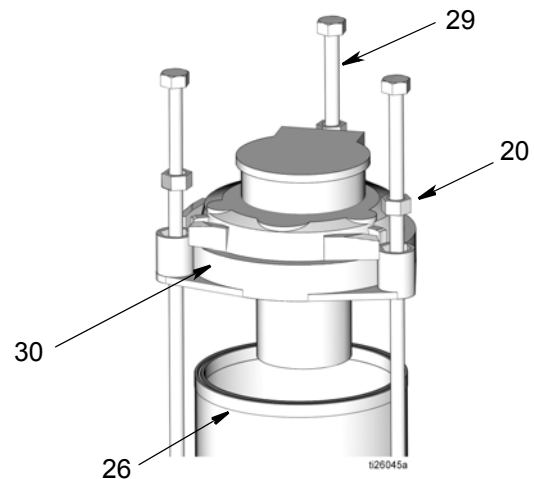

FIG. 58
12. Monter le couvercle sur le joint du réservoir (26). Monter les entretoises (20) et les tirants (29) (FIG. 58).